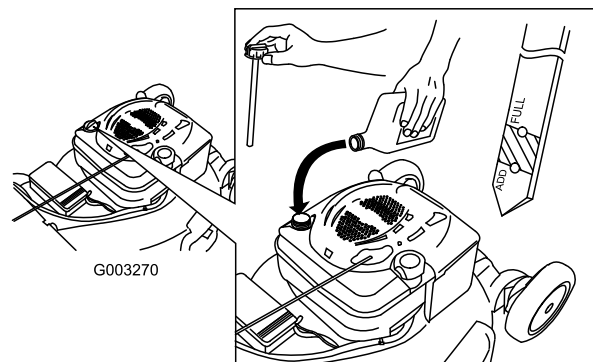

Bild 38
4. Füllen Sie das Öl **langsam** in den Einfüllstutzen ein, um den Ölstand auf die Marke Voll am Peilstab anzuheben. Bild 38 **Füllen Sie nicht zu viel ein.** (Max. Füllstand: 0,59 l des Typs: Waschaktives SAE 30-Öl mit der Klassifizierung SF, SG, SH, SJ, SL oder höher durch das American Petroleum Institute (API).)